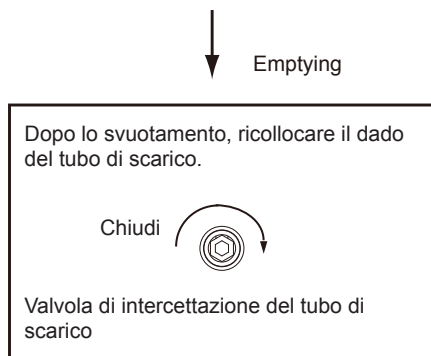

Fig.4-2
- Svuotamento: Se l'unità necessita di pulizia, spostamento, ecc., il serbatoio deve essere svuotato. Metodo: Vedere Fig.4-2.